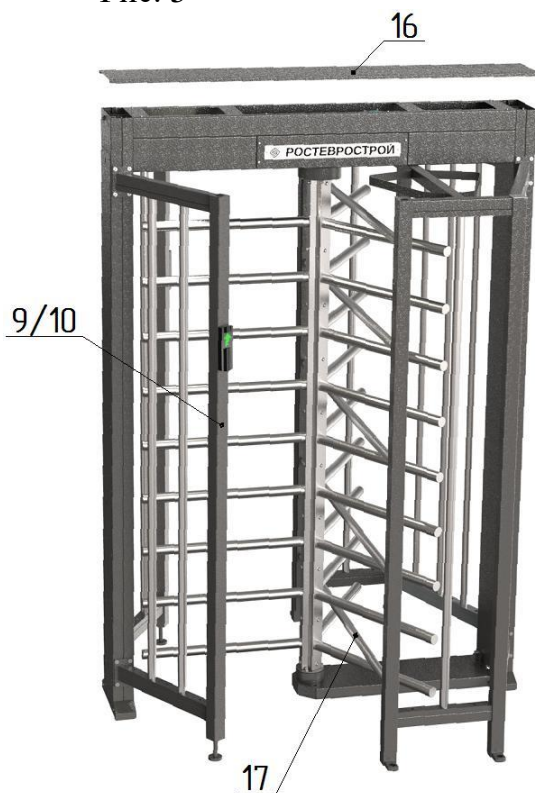

Рис. 6
#### *5. Окончательная сборка (рис.6):*
– установите на место крышку **16** (выполнить после подключения турникета и проведения режима калибровки) и закрепите винтами М4 (рис.6)